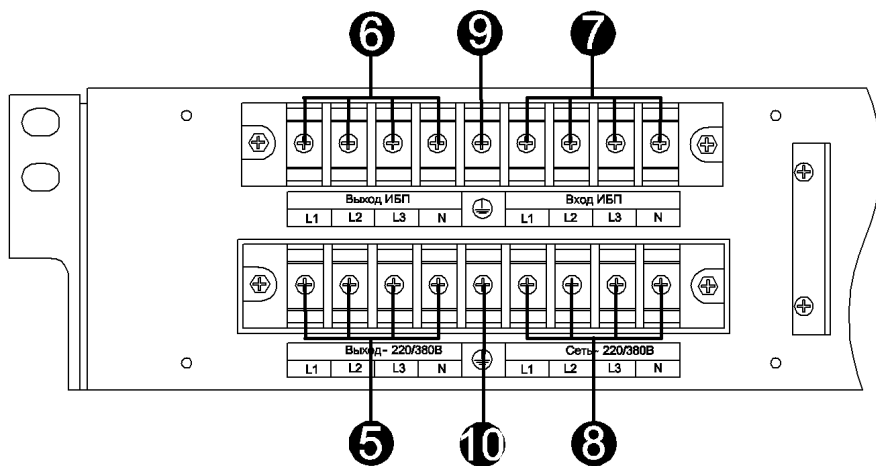

Рисунок 2 – Вид клеммных блоков модуля MBS 3/3 15-20К
- соблюдая фазировку соединить клеммные блоки входа переменного тока ИБП с клеммным блоком 9 и клеммными блоками 7 (см. рисунок 2) модуля;
- соблюдая фазировку соединить клеммные блоки выхода переменного тока ИБП с клеммными блоками **6** (см. рисунок 2) модуля;
- соблюдая фазировку подключить проводники нагрузки к клеммному блоку **10** и клеммным блокам **5** (см. рисунок 2) модуля;
- соблюдая фазировку подключить сетевые проводники к клеммному блоку **10** и клеммным блокам **8** (см. рисунок 2) модуля;